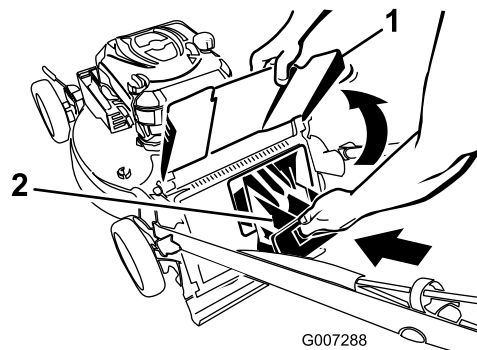

Figura 26
4. Riposizionate il coperchio di scarico posteriore (Figura 26)